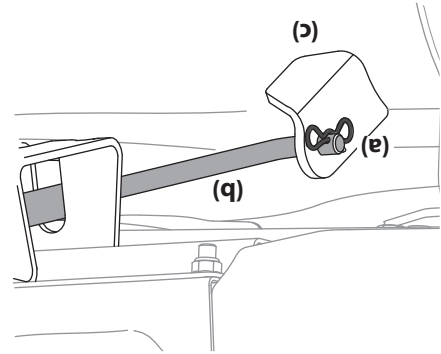

Figure 4-12
- a. Sortez la goupille fendue (a) de la tige de relevage (b) avant du plateau de coupe qui maintient celle-ci sur le plateau de coupe. Voir la Figure 4-12. Dégagez la tige de relevage du plateau de coupe du crochet de support avant (c).
6. Réinstallez la tige de relevage avant du plateau de coupe et maintenez-la en place avec la goupille fendue. Voir la Figure 4-12.